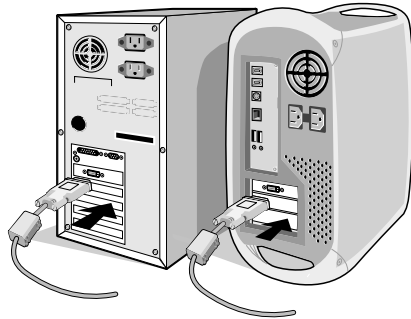

Figura A.1
2. **Para un PC o MAC con salida digital DVI:** Conecte el cable de señal DVI al conector de la tarjeta de visualización de su sistema (**figura A.1**). Apriete todos los tornillos.